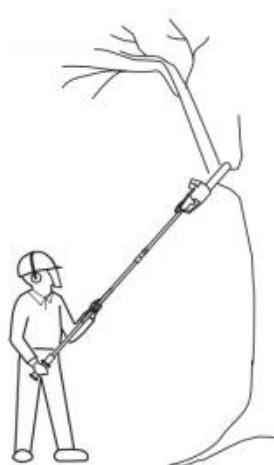

Fig. 49
1. Håll alltid produkten stadigt med båda händerna på handtagen (A27, A31). Använd aldrig denna produkt med endast en hand (fig. 49).